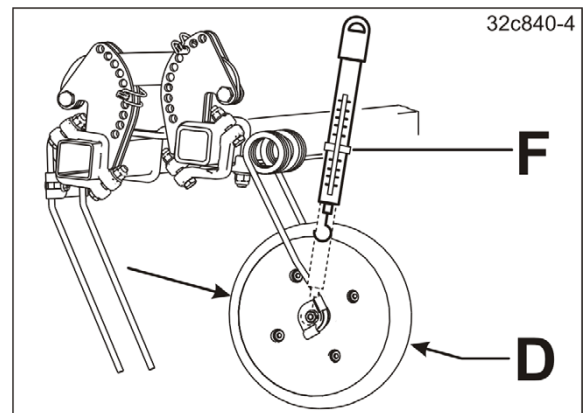

图 185
6. 通过例如弹簧秤 (参见图 185) 检查压辊接触土壤的压力。